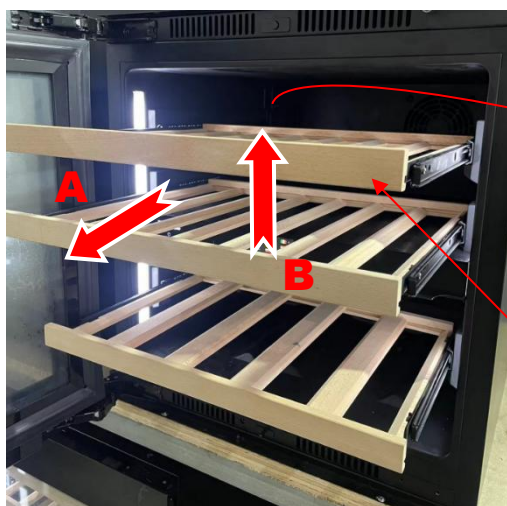
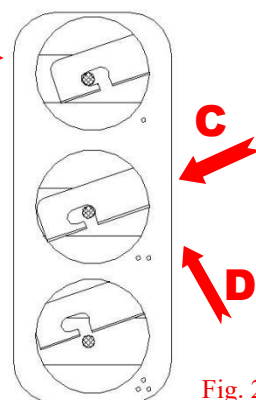

Fig. 1,
Fig. 2.
Træk hylden (A) ud og løft forenden af hylden (B) (Fig.1), skub derefter de to sider af bagenden af hylden til den rette position (C) og løft hylden jævnt op og træk derefter hylden ud(D) (Fig.2)